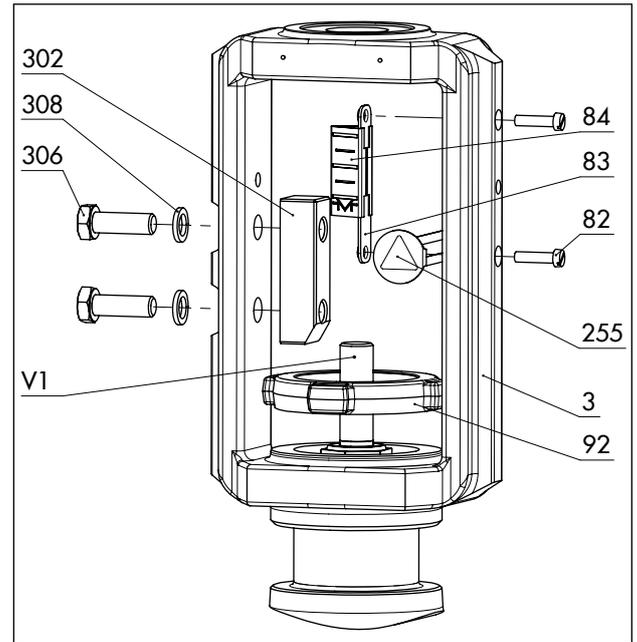
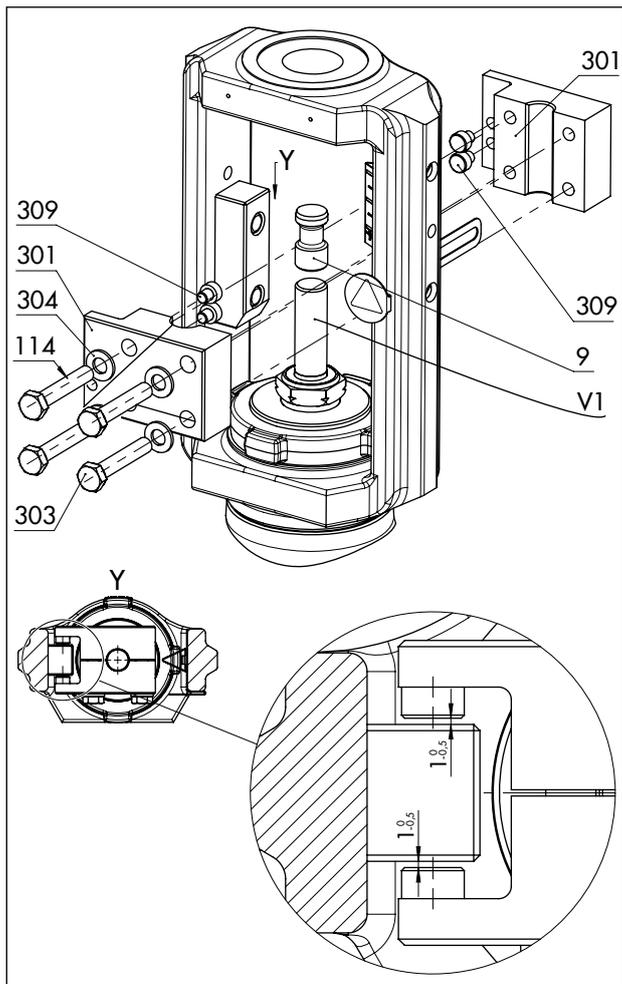

图 16: 特殊型号中带有行程指示器标尺的支架总成概览
图 17: 特殊类型中防旋转夹具总成概览
请参见 图 16 和 图 17
- 滑动垫圈与其在支架各侧上的接触表面之间有 0.5 至 1 mm 的标称间隙 (请参见 图 17 中的详细视图 Y)。